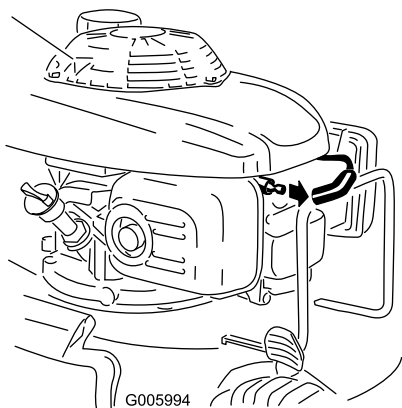

Figura 34
2. Staccate il cappellotto dalla candela (Figura 34) prima di eseguire interventi di manutenzione.
2. Scollegate il cappellotto dalla candela (Figura 34).